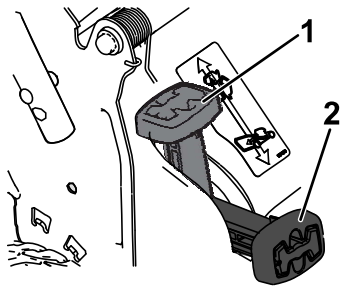

Figura 13
- **Para ensacar los recortes de hierba y hojas**, presione el botón de la palanca de ensacado a demanda y mueva la palanca hacia delante hasta que salte el botón de la palanca (Figura 13).